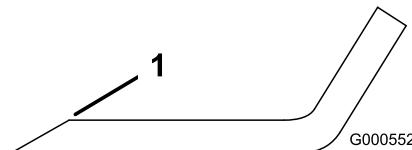
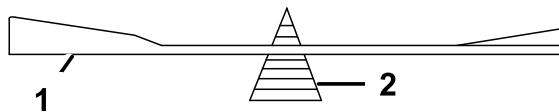

Figure 50
Figure 51
1. Au moyen d'une lime, aiguissez les tranchants aux deux extrémités de la lame (Figure 50) Veillez à conserver l'angle de coupe d'origine. Limez la même quantité de métal sur chacun des deux tranchants pour ne pas déséquilibrer la lame.
2. Vérifiez l'équilibre de la lame en la plaçant sur un équilibrEUR (Figure 51). Si la lame reste horizontale, elle est équilibrée et peut être utilisée. Si la lame est déséquilibrée, limez un peu l'extrémité de la partie relevée seulement (Figure 50). Répétez la procédure jusqu'à ce que la lame soit équilibrée.